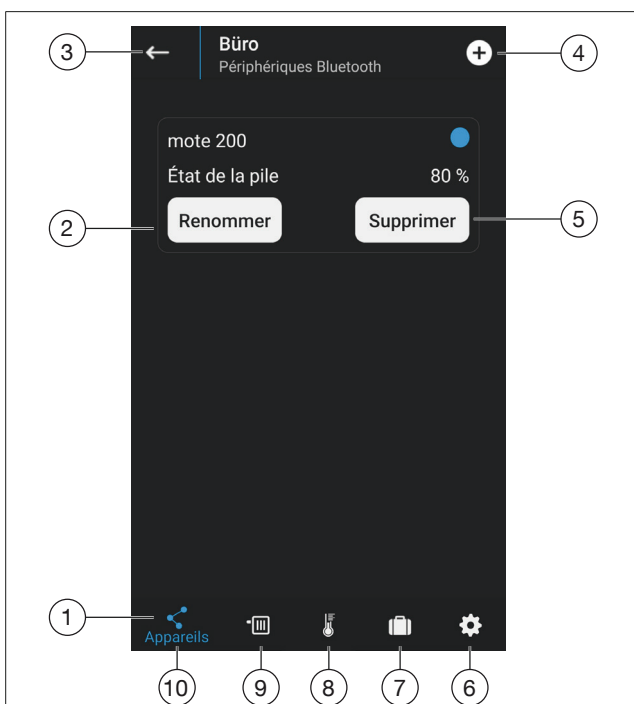

Fig. 6: « Appareils »
Chaque pièce créée peut recevoir son propre profil de chauffage. Dans le menu « mote 200 HOME », sélectionner la pièce souhaitée pour afficher l'aperçu des appareils qui lui sont associés (menu « Appareils »). La barre de menus (position 1 dans Fig. 6 page 11) permet d'accéder aux menus « Appareils », « Température », « Profil de chauffage », « Profil de vacances » et « Réglage ».
8.2.3.1 Menu « Appareils » (position 10 dans Fig. 6 page 11)
8.2.3.2 Menu « Température » (position 9 dans Fig. 6 page 11)
(1)	Compensation	Lorsque la géométrie de la pièce, dans lequel l'appareil est installé, est compliquée, les températures mesurées par le thermostat peuvent différer de la température ambiante. Le réglage Compensation sert à neutraliser cette différence. La compensation est réalisée sur une plage -5 à +5.
(2)	Température d'économie	La température d'économie est la température de référence pour les périodes dans lesquelles la température doit être réduite.
(3)	Température de confort	La température de confort est la température personnelle de bien-être. Les périodes dans lesquelles cette température doit être activée sont définies dans le profil de chauffage (voir section 8.2.4 page 12).
8.2.4 Menu « Profil de chauffage » (position 8 dans Fig. 6 page 11)
8.2.5 Menu « Vacances » (position 7 dans Fig. 6 page 11)
8.2.6 Menu « Réglage » (position 6 dans Fig. 6 page 11)